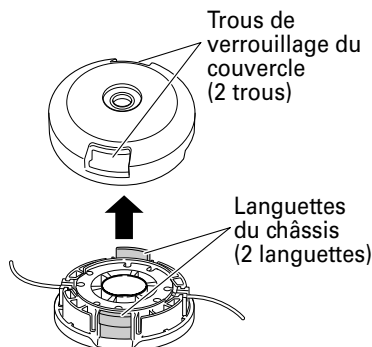

Fig. 29
- (7) Appuyez sur les languettes du châssis pour les enclencher dans les trous de verrouillage du couvercle. (Fig. 29)